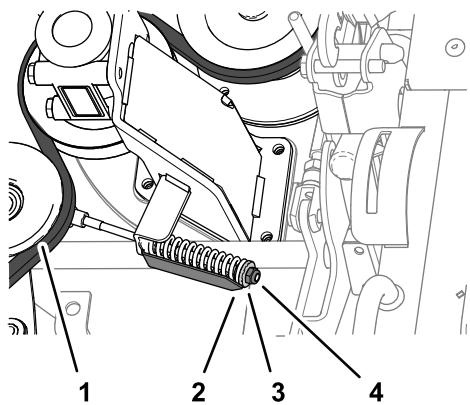

Bild 133
4. Lösen Sie die Klemmmutter der Riemenspannvorrichtung, bis Sie den Riemen von der Riemscheibe der Riemenspannvorrichtung ziehen können (Bild 133).
2. Ziehen Sie die Klemmmutter an, bis der Pfeil der Spannungsanzeige mit der äußeren Kante der Scheibe ausgefluchtet ist (Bild 133).